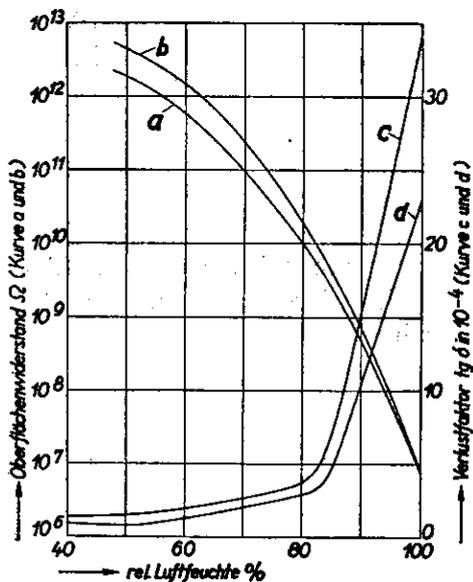

Abbildung 1
Bei Hochfrequenz-Kondensatoren mit ungeschützter Oberfläche werden jedoch, Abb. 1, insbesondere die dielektrischen Verlustfaktoren und, wenn auch weniger, die Kapazitätswerte durch die Luftfeuchtigkeit
**ISOLATIONS-WIDERSTAND.** Der auf den Werkstoff bezogene Isolations-(Durchgangs-)Widerstand liegt bei unseren keramischen Kleinkondensatoren so hoch, daß praktisch nur der Oberflächen-Widerstand in Frage kommt, der, Abb. 1, bei einer relativen Luftfeuchtigkeit unter 50 % etwa  $10^{11} \dots 10^{13} \Omega$  beträgt. Dieser Wert stellt jedoch nur einen Richtwert dar und wir bitten daher um Rückfrage, wenn ein bestimmter Widerstand garantiert werden soll.